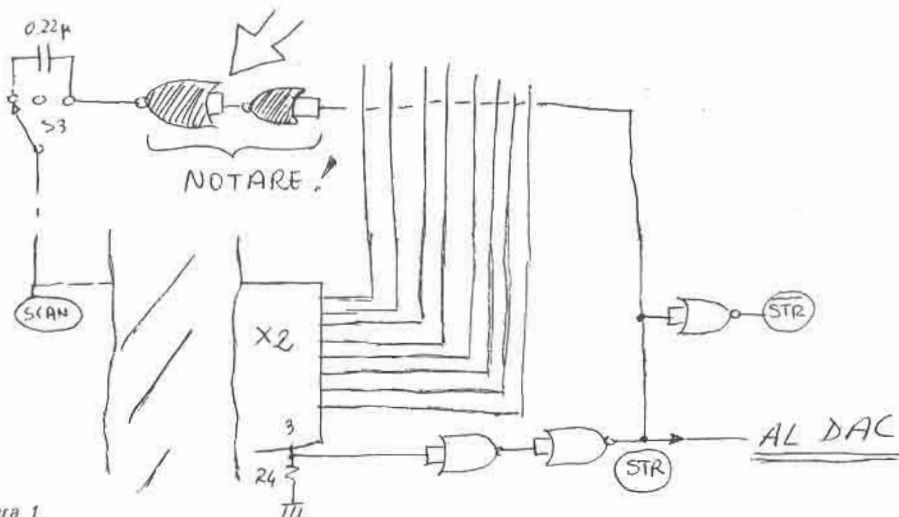

figura 1
d) L'ultimo argomento riguardante il circuito dell'Encoder è relativo a una corretta sequenza temporale. I costruttori, secondo il progetto qui pubblicato (vedi **cq**, maggio-giugno-luglio-etc.) avranno visto che lo STR era ricavato dallo STR con un inverter nor. E che lo stesso STR era mandato alla linea SCAN (se  $S_3$  era in tal senso posizionato) per fermare il Clock quando un tasto era premuto. Ora attenzione: dovete assolutamente porre due nor (o due inverter C-mos qualunque) dove la figura 1 ve lo indica.